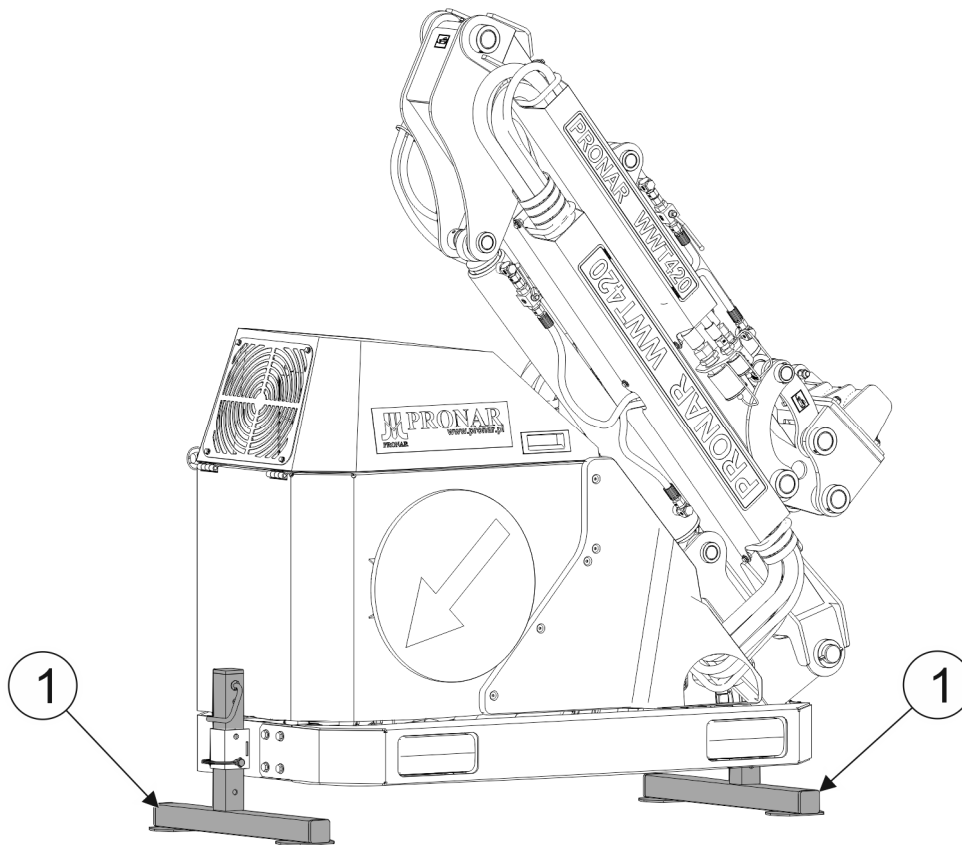

ABBILDUNG 1.2 Position des Multifunktionsauslegers beim Verladen.
(1) Stützfüße.
Beim Verladen und Transport soll der Multifunktionsausleger auf den Stützfüßen (1) stehen (ABB. 1.2), die auf beiden Seiten des Auslegers in gleicher Höhe ausgefahren und verriegelt sind.